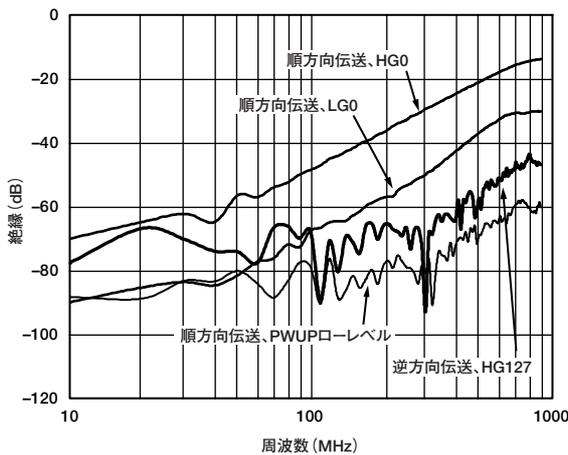

図24. さまざまな条件下での周波数 対 絶縁特性
AD8370の2つのゲイン範囲は、ハイゲイン (HG) とローゲイン (LG) と呼ばれます。それぞれの範囲に128のゲイン・コードを設定できます。これにより、ローゲイン範囲の最小ゲインはLG0、ローゲイン範囲の最大ゲインはLG127となります。この表記は、ハイゲイン範囲についても適用されます。LG0とHG0のときに可変トランスコンダクタンス段がオフになるため、これらのコードのときには出力がありません。図24を参照してください。